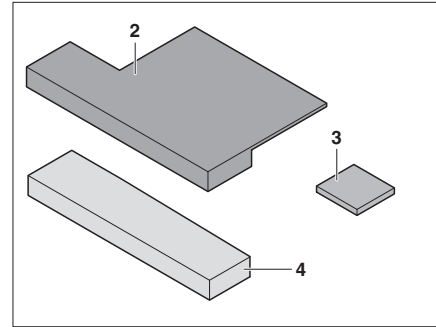

Bild 192 Zusatzpolster
- Falls vorhanden, Sitzkeil (Bild 192,3) an Zusatzpolster (Bild 192,2) anbringen (mit Klettverschluss).